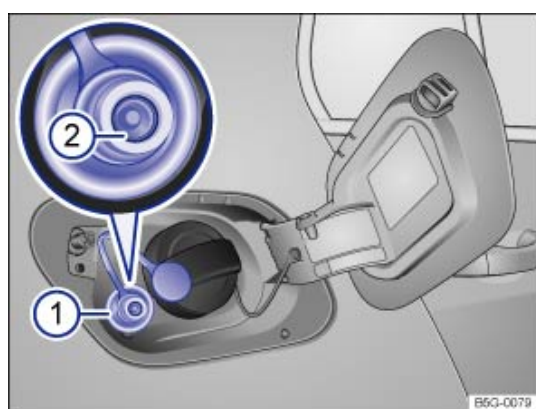

Fig. 194 La trappe à carburant étant ouverte : goulotte de remplissage de gaz ①, bague-joint de la goulotte de remplissage de gaz ②.
- Retirez le capuchon de la goulotte de remplissage de gaz → *Fig. 194* *!* .
- Assurez-vous que la bague-joint → *Fig. 194* *!* de la goulotte de remplissage de gaz n'a pas glissé sur le coupleur de remplissage. Remettez la bague-joint en place dans la goulotte de remplissage de gaz, si nécessaire.